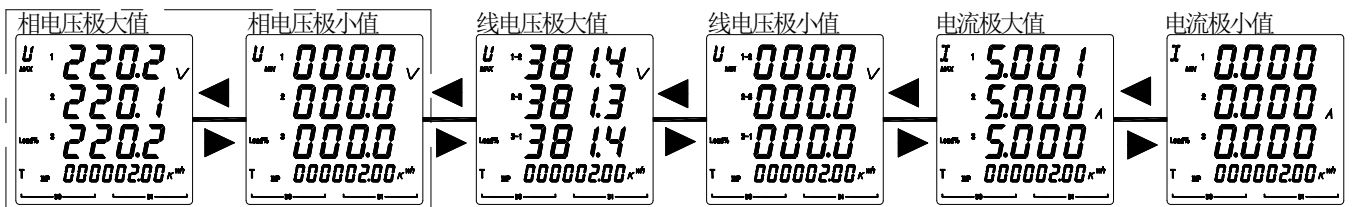

图 20
5.2.8 查看 AMC72L/96L 的极值参数步骤如图 20 所示